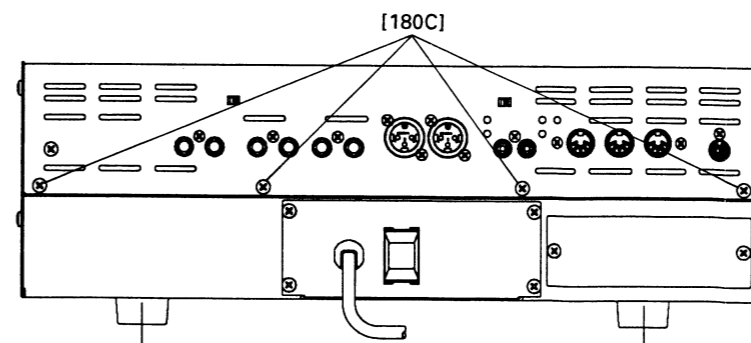

Fig. 3 (図3)
- 1-3 リアパネル上側にある[180C]のネジ 4本を外し、リアパネル側を持ち上げます。(図3)